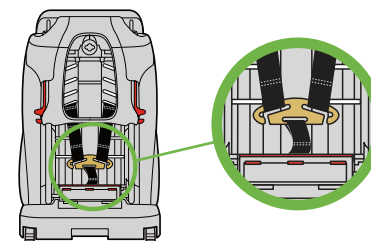

Figure 100
- Assurez-vous que la Sangle du Harnais est complètement à l'intérieur de la fente de la chape, tel qu'illustré dans la **Figure 100**.